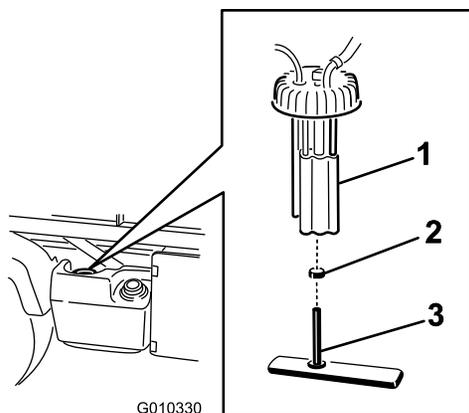

Figura 44
2. Desligue os conectores da cablagem da bomba de combustível (Figura 44).
3. Desaperte a braçadeira do tubo e desligue o tubo de combustível da tampa da bomba de combustível (Figura 44).
4. Desaperte a tampa da bomba de combustível da parte superior do depósito de combustível (Figura 44).
5. Retire o conjunto da bomba de combustível e filtro de combustível do depósito (Figura 44).
6. Retire a braçadeira que fixa o filtro de combustível à união da bomba de combustível. Retire o tubo da união (Figura 44).